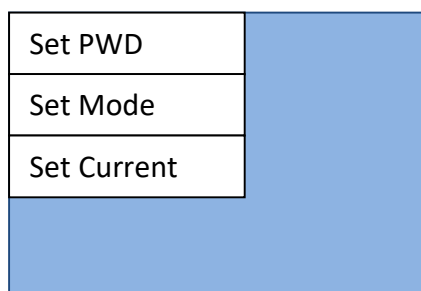

Figura 25 - Schermata configurazione password, modalità di utilizzo e potenza
- 2) Figura 25.
- 5) Figura 25. Si apriranno in sequenza a pochi secondi l'una dall'altra, due schermate (Figura 27a e Figura 27b). Aspettare, senza schiacciare i tasti, fino alla comparsa della schermata in Figura 27b.
- 8) Figura 25. Si apriranno in sequenza a pochi secondi l'una dall'altra, due schermate (Figura 28a e Figura 28b). Aspettare, senza schiacciare i tasti, fino alla comparsa della schermata in Figura 28b.